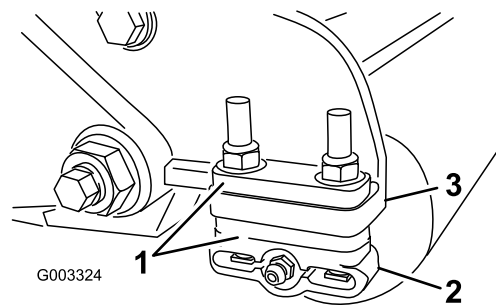

Рисунок 12
1. Отрегулируйте кронштейны заднего валика (**Рисунок 12**) на необходимый диапазон высоты скашивания путем установки необходимого количества проставок под монтажный фланец боковой пластины (**Рисунок 12**) в соответствии с **Таблицы выбора высоты скашивания и неподвижного ножа (страница 13)**.